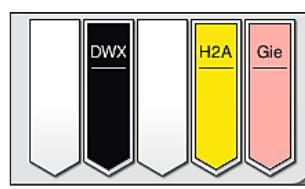

Fig. 87
- După ce un stativ a parcurs procesul de colorare, acesta va fi transportat în sertarul de descărcare (→ "Fig. 19-4") și va fi depus într-o poziție liberă (→ "Fig. 87"). Utilizatorul este informat despre acest lucru printr-un mesaj de informare și un ton de semnalizare.